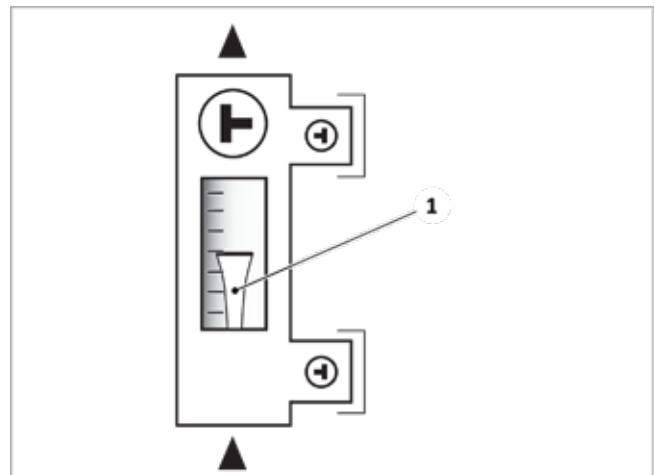

Fig. 22 : lecture du débit volumétrique au niveau du bord supérieur du corps en suspension (1)
2. Raccordez le tuyau de pression de la station de remplissage et de rinçage (SRR) au robinet RRV (6) du débitmètre, ouvrez le robinet RRV.
3. Activez la pompe de rinçage et rincez : SRR => robinet RRV (6) => pompe primaire => champ de capteurs => du SÜS au robinet RRV (5) => SRR
5. Poursuivez la ventilation du circuit solaire en augmentant et en évacuant la pression. Pour cela, ouvrez et fermez le robinet RRV (5) deux ou trois fois.
6. Lorsque le Tyfocor sort exempt de bulles, fermez le robinet RRV (5) et augmentez la pression de l'installation à 4 bars.
7. Fermez le robinet RRV (6) et désactivez la pompe de la SRR. Vérifiez l'étanchéité de l'installation.
8. Purgez le ventilateur aspirant (7).
9. Ouvrez en entier la soupape de décharge (3).
10. Réglez la pression de l'installation à la pression de service calculée en ouvrant lentement le robinet RRV (5). Règle d'or : pression d'alimentation du VEM + 0,3 bar.
11. Mettez le débitmètre en position d'écoulement (cf. $\rightarrow$ fig. 22, p. 18), fermez les robinets RRV (5) et (6), débranchez la SRR et vissez les capuchons.